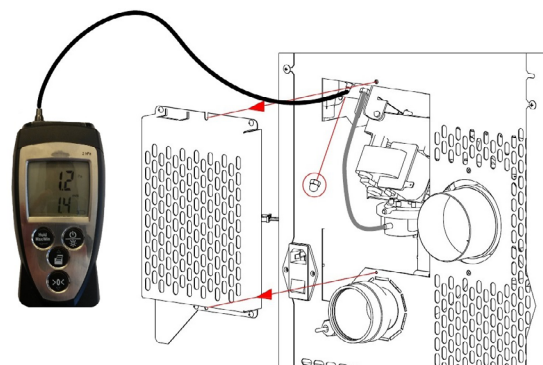

Fig. 55 - Aansluiting digitale drukregelaar
- Sluit een digitale drukregelaar aan met behulp van een slangetje om de onderdruk te meten (zie Fig. 55 op pag. 31).